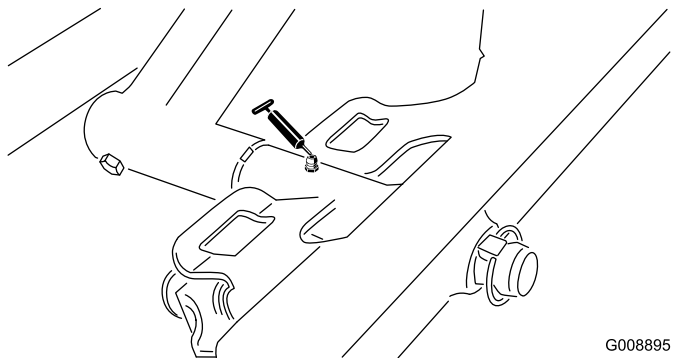

Figure 35
- Pivot d'unité de coupe avant (Figure 35)